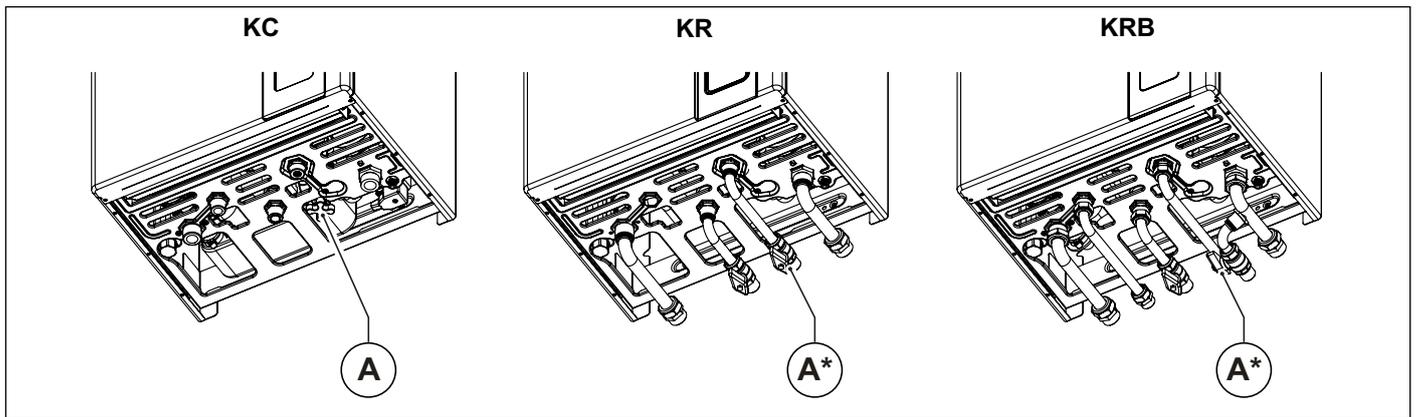

Fig. 2 Robinets de remplissage - (*) en option
Effectuer le remplissage du système en agissant sur le robinet de remplissage (A) (voir Fig. 2 Robinets de remplissage).